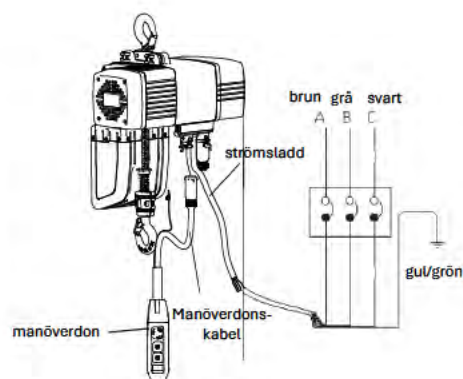

Bild 4
- 4 Installation av manöverdon (bild 4)
- 5 Strömkabelenhet (bild 4)